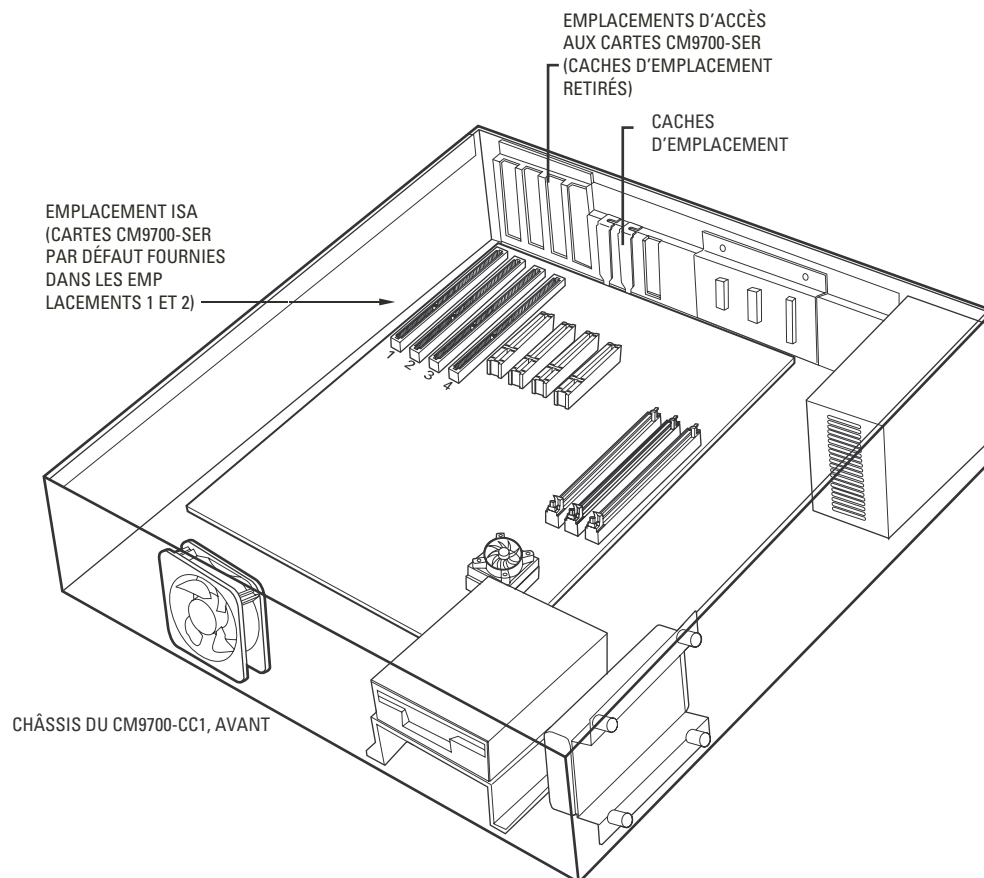

Figure 50. Installer une carte CM9700-SER
4. Insérez la nouvelle carte SER dans un emplacement ISA disponible. La configuration CM9700-CC1 par défaut plaçant des cartes SER dans les emplacements ISA 1 et 2, vous devrez probablement insérer la nouvelle carte dans l'emplacement 3 ou 4. Reportez-vous à la Figure 50.